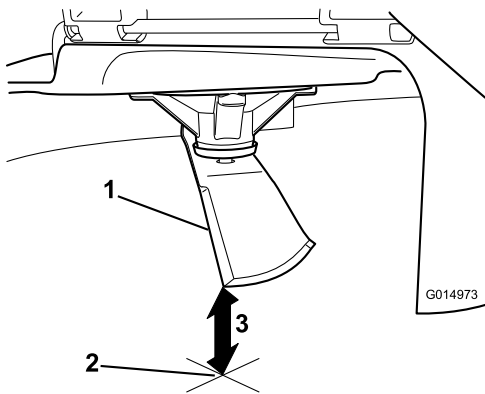

Figura 61
3. Măsurați de la vârful lamei până la suprafața plană (Figura 61).